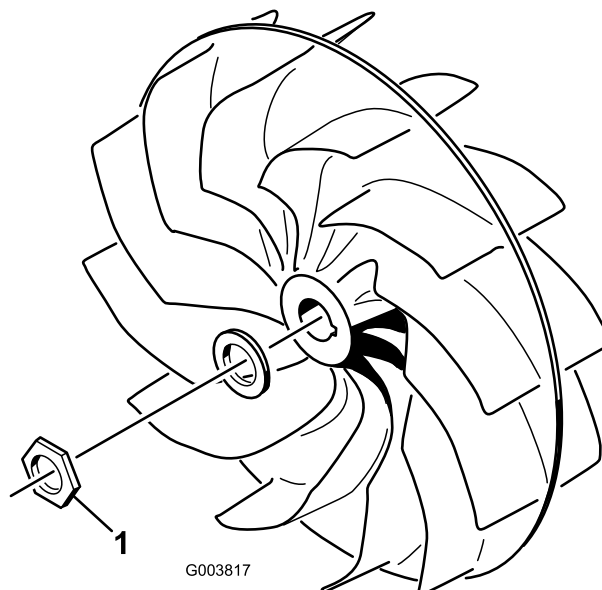

Bild 16
- Die Befestigungsmutter des Lüfters (Bild 16) muss auf 678 Nm angezogen werden.